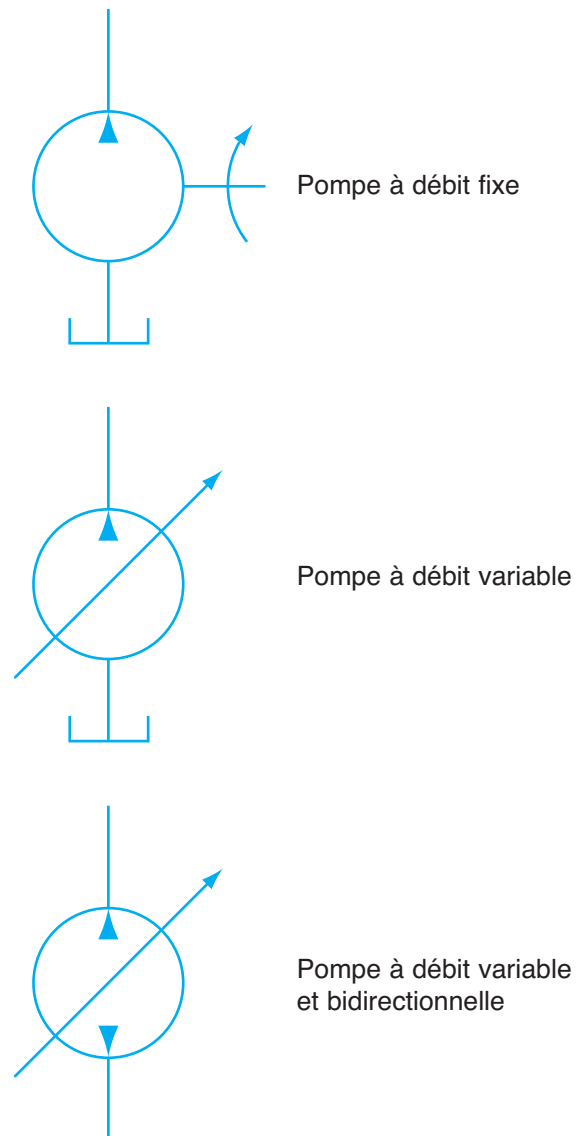
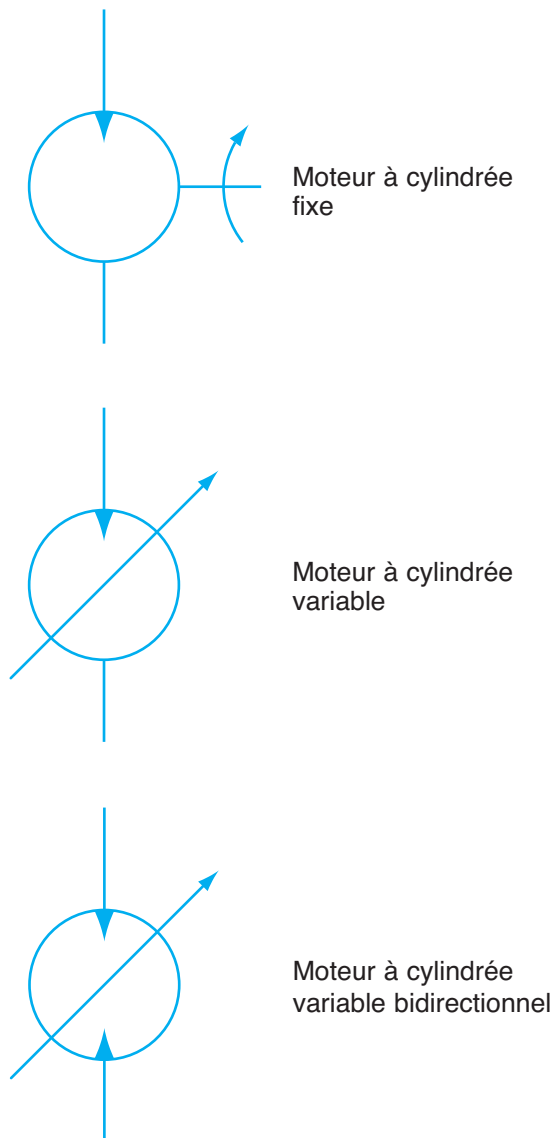

Figure 4-4 Symboles des pompes à débit fixe et variable.
Figure 4-5 Symboles hydrauliques des moteurs à cylindrée fixe et variable.
- Une pompe hydraulique est représentée par un petit triangle relié à la conduite d'entrée pointant vers l'extérieur du cercle (**figure 4-4**).
- Un moteur hydraulique est représenté par un petit triangle relié à la conduite d'entrée pointant vers l'intérieur (**figure 4-5**).
- Quand l'un ou l'autre est à déplacement variable (cylindrée variable pour les moteurs et débit pour les pompes), une flèche est dessinée à travers le cercle (**figure 4-4**).
Les symboles des moteurs hydrauliques sont presque identiques à ceux montrés à la **figure 4-4**, sauf que le sens des triangles est inversé, comme le montre la **figure 4-5**.